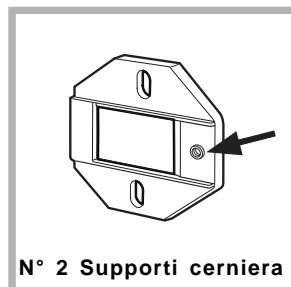

Fig. 1
- Montare i supporti cerniera alla facciata posizionando il foro indicato da una freccia nella **fig. 1** verso l'interno della facciata interponendo un distanziale (**fig. 4/B**), utilizzando le viti tipo C.